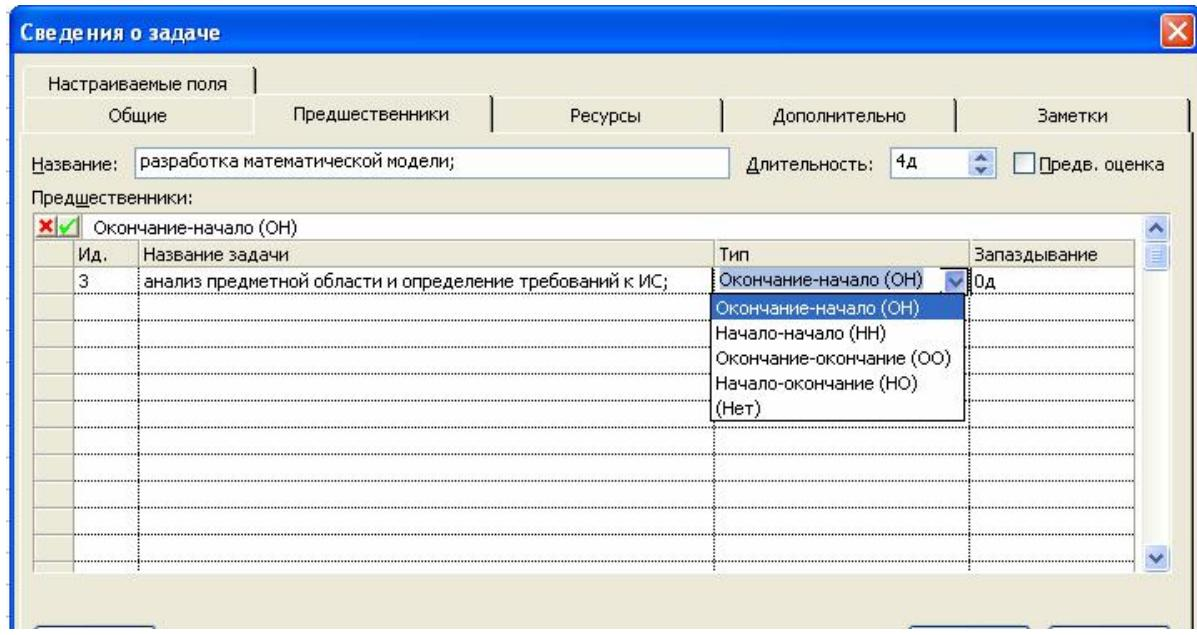

Рисунок 4.14 - Выбор типа связи в диалоговом окне "Сведения о задаче"
**"Сведения о задаче" (Task Information).** Для отображения диалогового окна необходимо сделать двойной щелчок на задаче или, выделив задачу, щелкнуть кнопку **"Сведения о задаче" (Task Information)** на панели **Стандартная**. В диалоговом окне необходимо перейти на вкладку **"Предшественники" (Predecessors)**. Таблица, представленная на этой вкладке, содержит информацию о задаче, которая предшествует данной и о типе связи, установленной между ними. В поле **Название задачи (Task Name)** из раскрывающегося списка можно выбрать предшествующую задачу, а в раскрывающемся списке **Type (Тип)** - тип связи (см. рисунок 4.14).